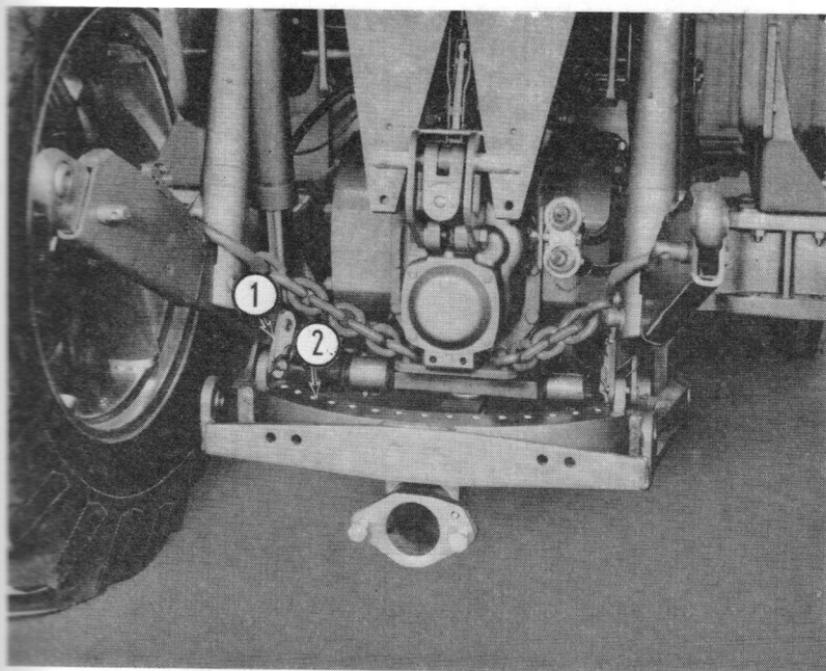

Fig. 22
Le bâti d'attelage sur lequel se fixe la douille pour modulation, ou la barre orientable, peut être montée indifféremment de deux façons. Il peut être supporté par les barres inférieures d'attelage (fig. 22) ou fixé directement à l'extrémité des tirants de relevage.
Le bâti est fixé sur les barres d'attelage inférieures à l'aide de biellettes 1 (fig. 22), ce qui permet d'utiliser la barre orientable sans qu'il soit nécessaire de désaccoupler les tirants de relevage des barres inférieures d'attelage.
1. Déposer les biellettes 1 de leur position de non utilisation et fixer les extrémités libres des biellettes sur le bâti d'attelage comme illustré sur la fig. 22.